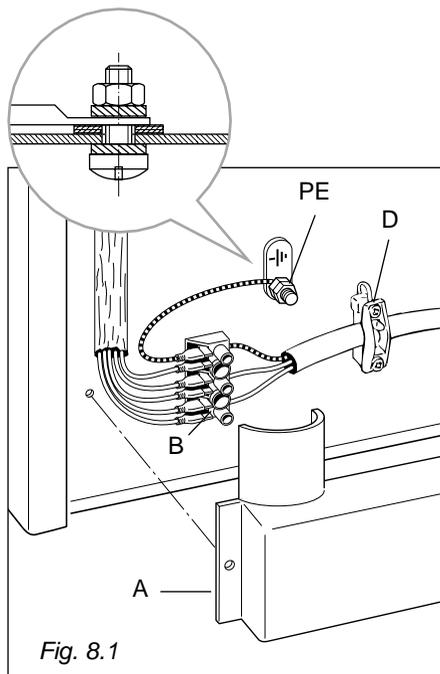

Fig. 8.1
- Svitare le viti di fissaggio della protezione **A** dietro la cucina (Fig. 8.1).
- Infilare nel fissacavo **"D"** il cavo di alimentazione di sezione adeguata come descritto nel capitolo "Sezione dei cavi di alimentazione" (Fig. 8.1).
- Collegare i cavi di fase alla morsetteria **"B"** ed il cavo di terra al morsetto **PE** (fig. 8.1).